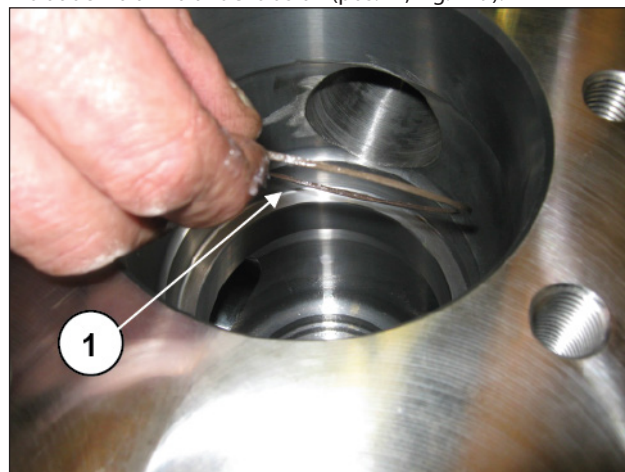

Fig. 179
Introducir la anilla antiextrusión (pos. ①, Fig. 179).